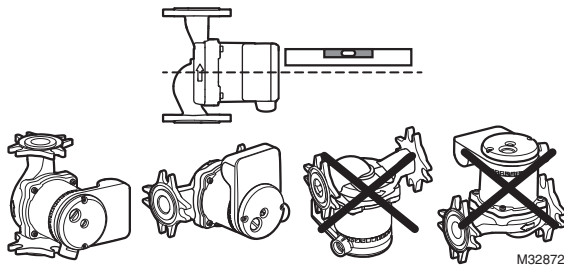

Fig. 5. Instale la bomba de manera que el eje del motor quede horizontal.
- Una flecha en la carcasa del motor indica la dirección del flujo (consulte la Fig. 5).